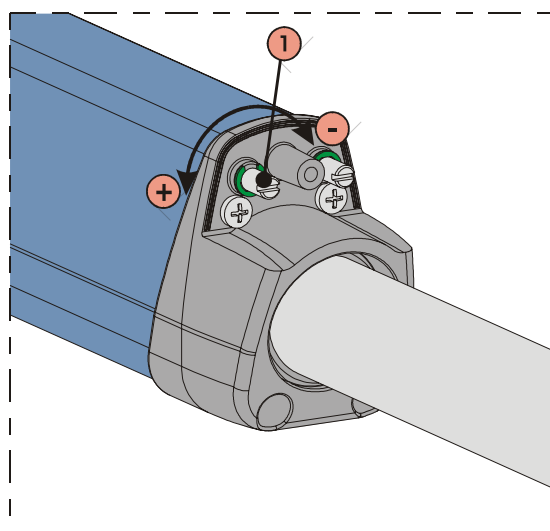

Fig. 21
- 3) Pour régler le fin de course d'ouverture **FCA** agir sur la vis de réglage, Fig.21 réf.1, en la tournant en sens inverse horaire pour augmenter la course de la tige et, vice versa, en sens horaire pour la réduire.